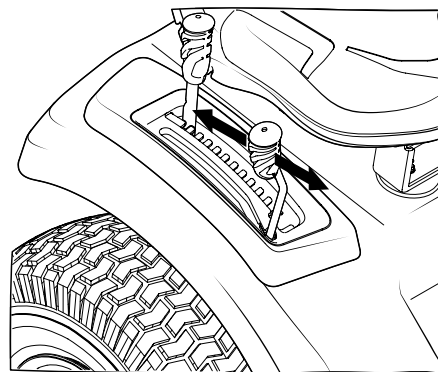

Figura 3-5
2. Empurre a alavanca do PTO para a frente, na posição engatada (ON). Consulte Figura 3-5.